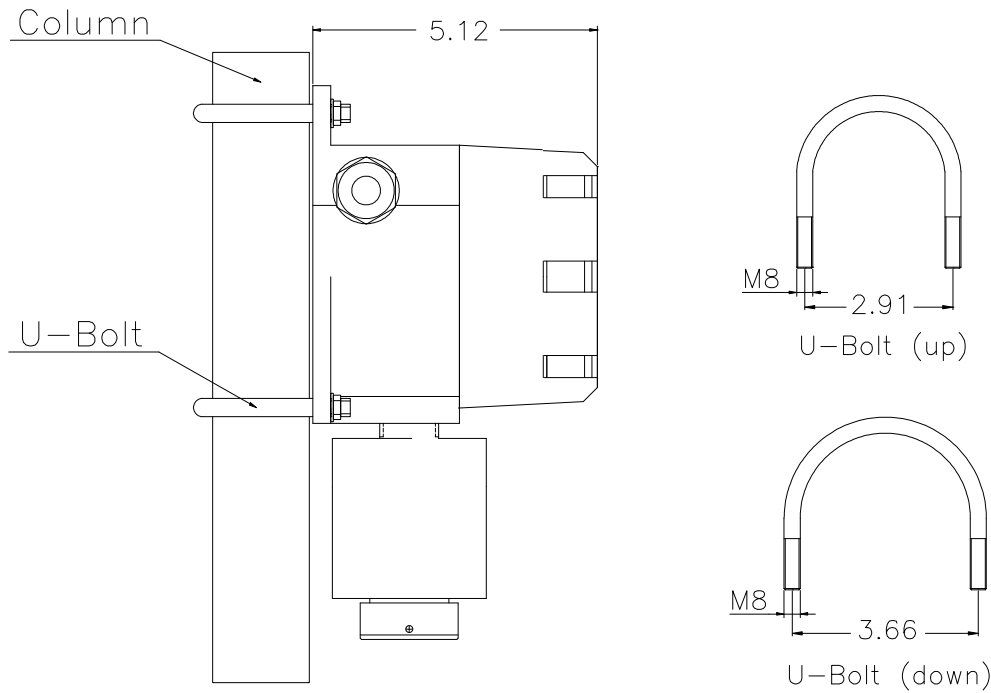

Figura 3.
2. Montagem em coluna: Usando os 4 furos de 8mm do enclausuramento e dois U-bolts, segure o **iTrans™** contra a coluna (Figura 3).